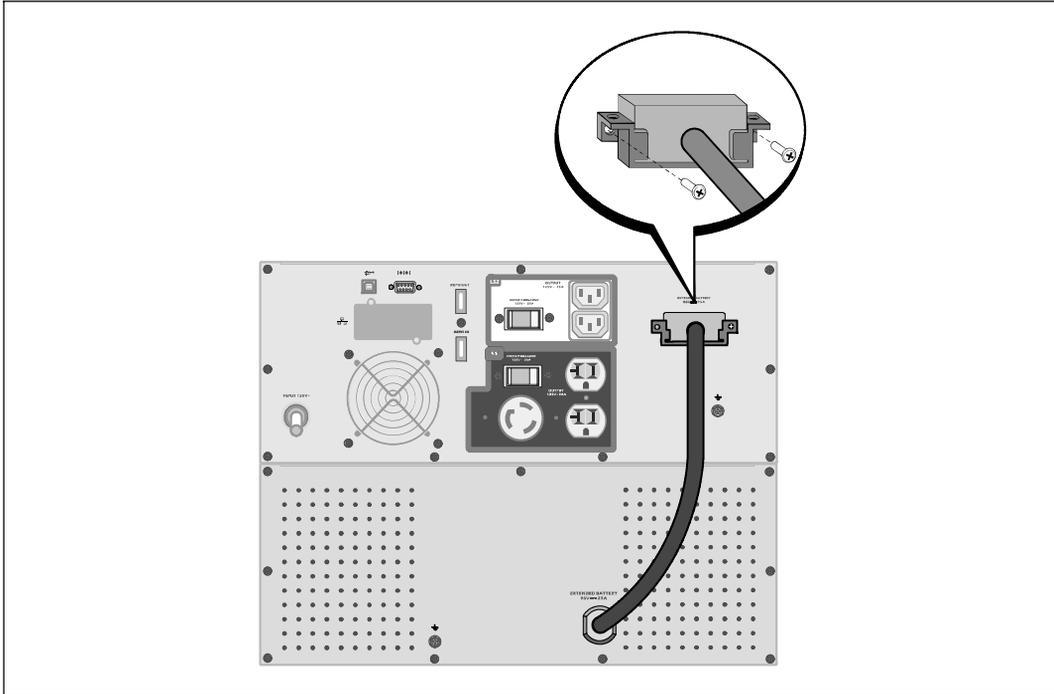

図 17. 外付けバッテリーモジュール取り付け方法
- 3 外付けバッテリーモジュールケーブルをUPSバッテリーコネクタへ差し込みます（図 17を参照）。